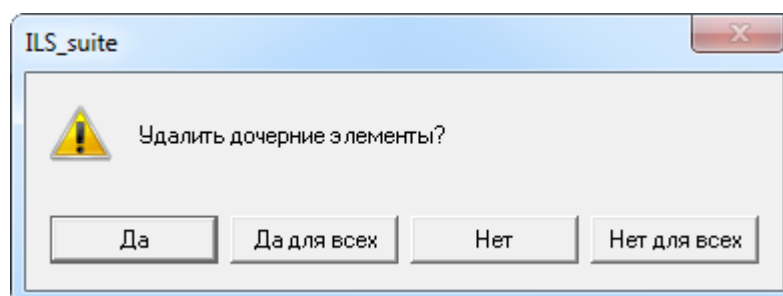

Рис. 13-27 – Вопрос об удалении объектов логистической структуры из базы данных
7) Для отказа от удаления нажать «Нет». Для удаления нажать «Да». В этом случае появится диалоговое окно с вопросом, удалять ли дочерние элементы из базы данных (рис. 13-27).